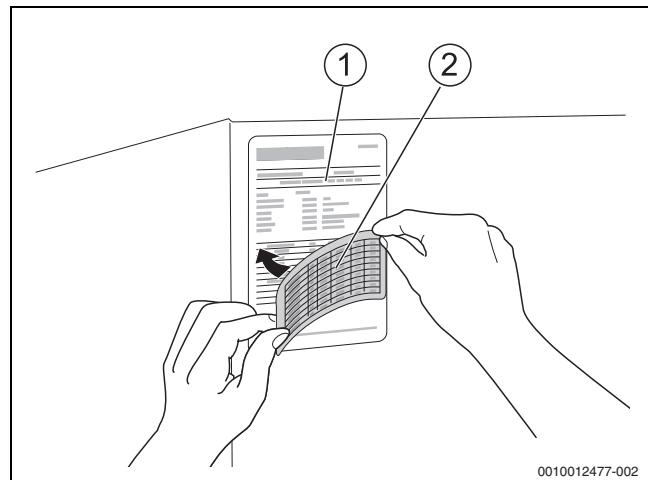

Рис. 27 Обновление заводской таблички
- ▶ В соответствующем месте заводской таблички котла (→рис. 27, [1]) наклейте прилагаемую наклейку (→рис. 27, [2]) с указанием применяемого вида газа и соответствующей диафрагмы.